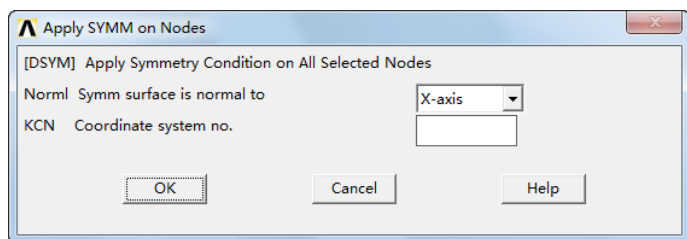

图 16-19 “Apply SYMM on Nodes” 对话框
④施加对称约束：Main Menu > Solution > Defien Loads > Apply > Structural > Displacement > Symmetry B.C. > On Node，弹出如图 16-19 所示的“Apply SYMM on Nodes”对话框，不用改变设置直接单击“OK”按钮。